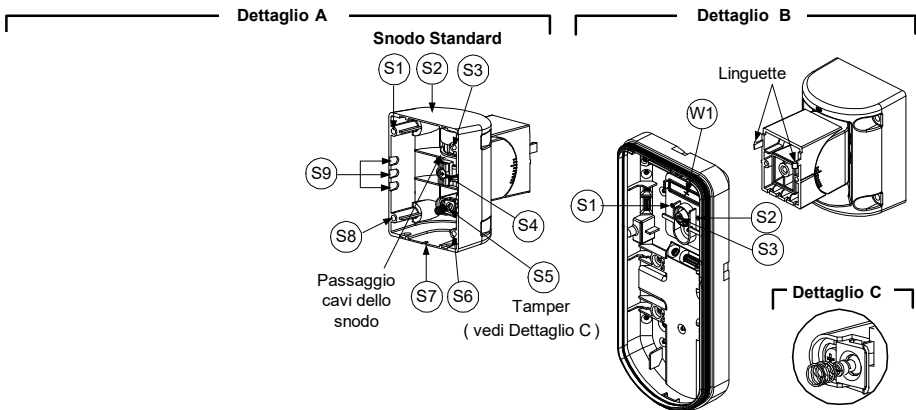

Figura 7
3. Aprire i fori a sfondare della base esterna (Figura 7, Dettaglio B)
4. Sullo snodo aprire le predisposizioni per il passaggio cavi S2, S7 o S9 (Figura 7, Dettaglio A).
5. Rimuovere il tamper antirimozione dalla base interna (consultare paragrafo "Modifica della posizione del tamper antirimozione") e collegarlo a S5 (Figura 7, Dettaglio A) sullo snodo standard.
- a. Inserire il cavo esterno attraverso le predisposizioni S2, S7 o S9 (incluso i cavi del tamper) ed estrarlo facendolo passare attraverso il passaggio cavi dello snodo (Figura 7, Dettaglio B).
7. Inserire i cavi del tamper e i cavi esterni che arrivano dallo snodo standard facendoli passare tramite la predisposizione W1 della base esterna (Figura 7, Dettaglio B).